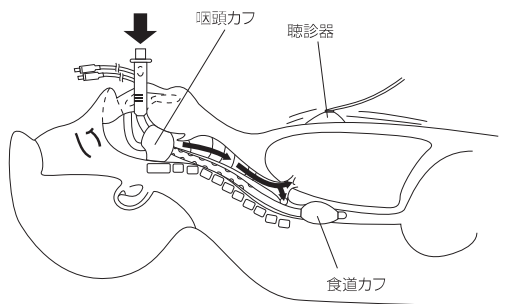

図5.挿入位置確認
- 人工蘇生装置による換気操作を行い、左右の呼吸音に差がなく胸部が隆起すれば、本品が正しく挿入されていることが確認される。(図5)